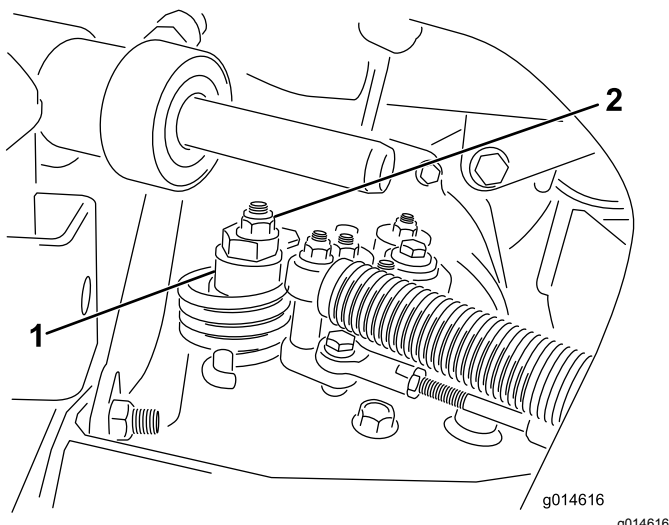

Figure 35
- A. Desserrez l'écrou de fixation de l'excentrique en haut de l'hydrostat (Figure 35).
- C. Tournez l'excentrique jusqu'à ce que la roue ne tourne plus dans aucune direction. Lorsque la route arrête de tourner, serrez l'écrou pour bloquer l'excentrique et le réglage (Figure 35). Vérifiez le réglage avec la commande d'accélérateur en position BAS RÉGIME, puis HAUT RÉGIME.